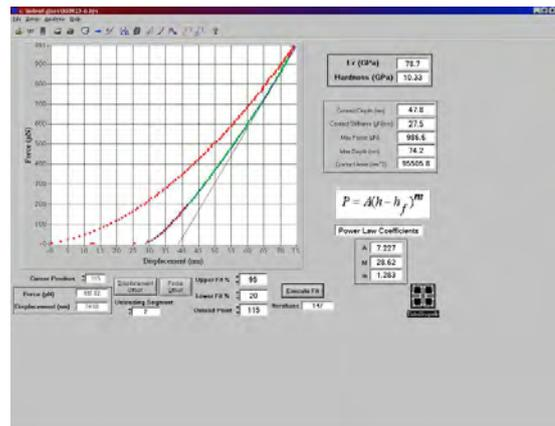

図 24
17. **Excute Fit**をクリックすると Hardness と Er(弾性率)が表示される。(図 24)